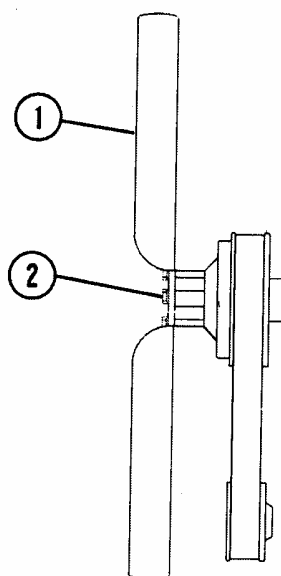

FIGURA 2-5
1. MOTOR - Consulte el Manual de Operación y Mantenimiento para las especificaciones respecto del aceite lubricante del motor. NOTA: Si el motor está equipado con el sistema de aceite *Centinel™ y/o el sistema de filtro Eliminator™, los intervalos de cambio de aceite de motor y filtros se extienden más allá de 250 horas. Consulte el Manual de Operación y Mantenimiento de Cummins para los intervalos específicos de cambio de aceite y filtro. * El sistema *Centinel™ es un sistema de administración de lubricación que depende del ciclo de trabajo mediante el cual el aceite se mezcla con el combustible y se quema, y se puede producir una extensión del intervalo del cambio de aceite. a. Cambie el aceite del motor. Clave de Lubricación "A". b. Cambie los filtros de aceite del motor. NOTA: Al montar elementos de filtro giratorios, siga las instrucciones del fabricante del filtro. Las instrucciones de apriete por lo general vienen impresas en la parte externa del filtro. No utilice una llave o correas para apretar los elementos de filtro. c. Si el camión está equipado con un estanque de aceite de motor de reserva, cambie el filtro de aceite del estanque de reserva. d. Revise la tensión y el estado de la correa del ventilador. Consulte el Manual de Operación y Mantenimiento del motor para las instrucciones específicas de ajuste. e. Revise el torque en los pernos de montaje del ventilador de enfriado (1, Figura 2-5). Apriete ocho pernos (2) a 175 ft. lbs (237 N.m.).